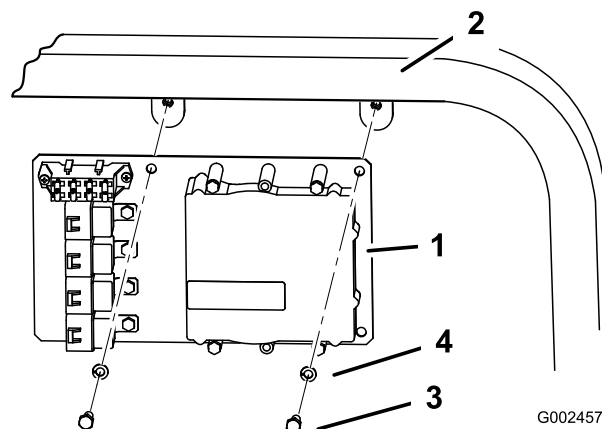

Figura 9
- A. Para os modelos Multi-Pro 1200 e 1250, instale a placa de montagem utilizando 2 parafusos (5/16 x 3/4 polegada) e 2 anilhas de bloqueio (5/16 polegada) como indicado em Figura 9.